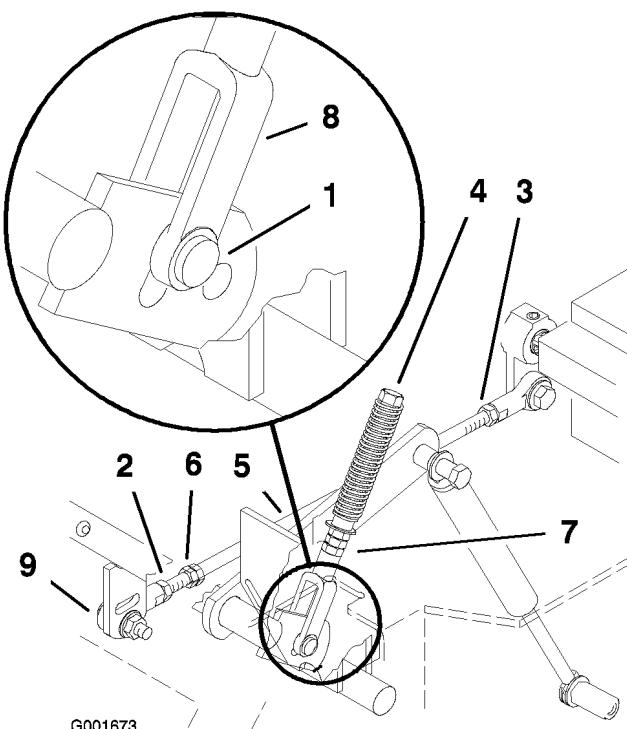

Figure 53
6. Tirez le levier en arrière jusqu'à ce que l'axe de chape (situé sur le bras au-dessous de l'axe de pivot) touche l'extrémité de la fente (c.-à-d. commence juste à appuyer sur le ressort) (Figure 53).
8. Si un réglage s'impose, desserrez l'écrou et l'écrou de blocage vissés contre la chape (Figure 53).
10. Serrez l'écrou et l'écrou de blocage (Figure 53).